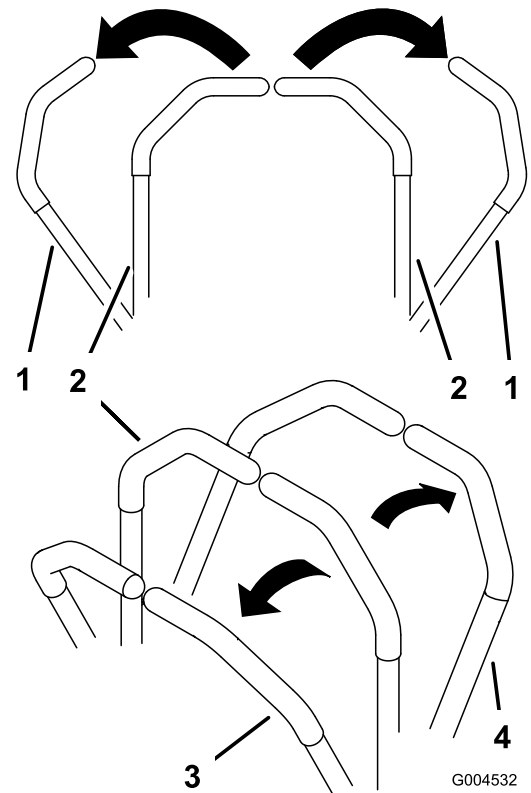

Bild 15
2. Schieben Sie für das Vorwärtsfahren die Fahrtriebshebel langsam vorwärts (Bild 15).
Wenden Sie zum Geradeausfahren auf beide Fahrtriebshebel denselben Druck an (Bild 15).
Verringern Sie zum Wenden den Druck auf den Fahrtriebshebel an der Seite, in deren Richtung Sie wenden möchten (Bild 15).
2. Ziehen Sie zum Rückwärtsfahren die Fahrtriebshebel langsam nach hinten (Bild 15).